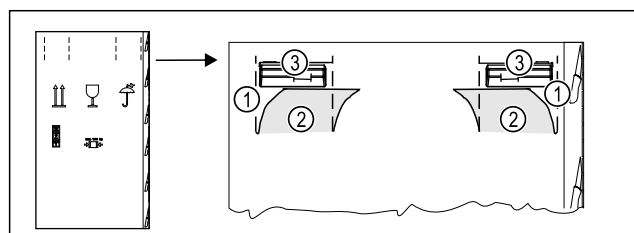

Fig. 4
- Embalažno škatlo pritisnite zgoraj na perforaciji Fig. 4 (1).
- Izvlecite not potisnjene zanke Fig. 4 (2).
- Nosilni ročaj Fig. 4 (3) desno in levo je viden.
- Napravo držite za nosilne ročaje Fig. 4 (3).